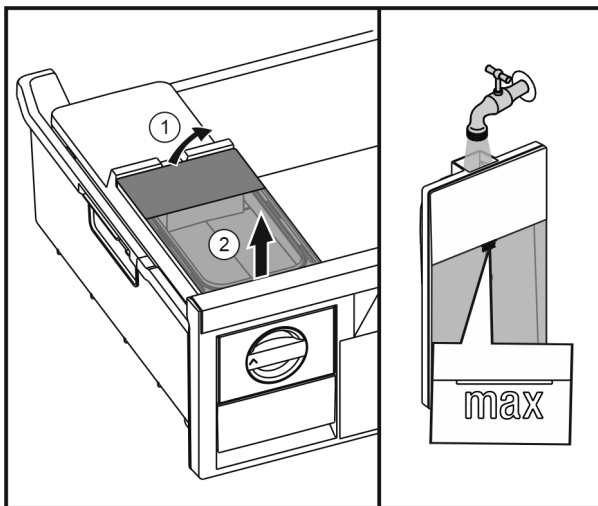

Fig. 55
- ▶ Повдигнете резервоара за вода отзад Fig. 55 (1) и извадете нагоре Fig. 55 (2).